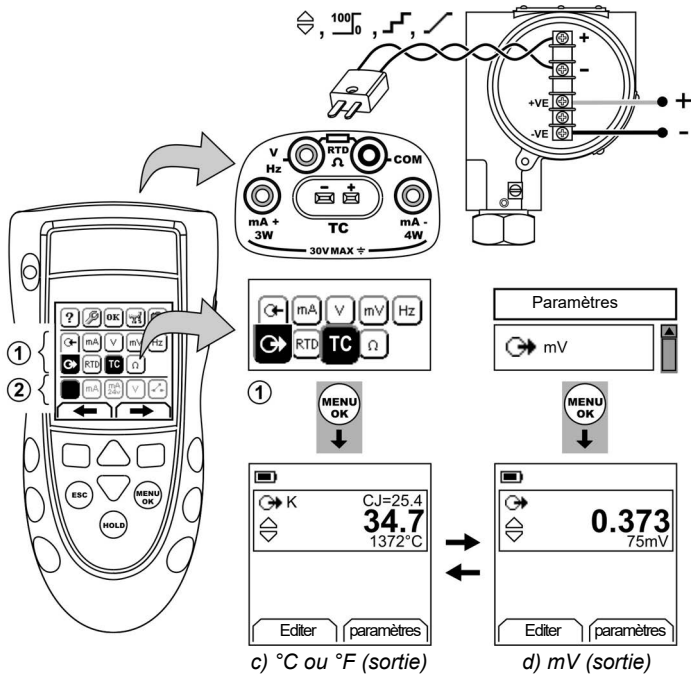

Figure 9 : Exemple de configuration - mesure/simulation de la température (°C/°F) ou des valeurs en mV d'un TC
Raccordez les fils TC sur le mini-connecteur correspondant (Figure 9). La lame la plus large correspond à la borne négative. Branchez ensuite le connecteur sur l'instrument.
1. Raccordez l'instrument (Figure 9) et, si nécessaire, réglez le menu *Config.* (Tableau 1).